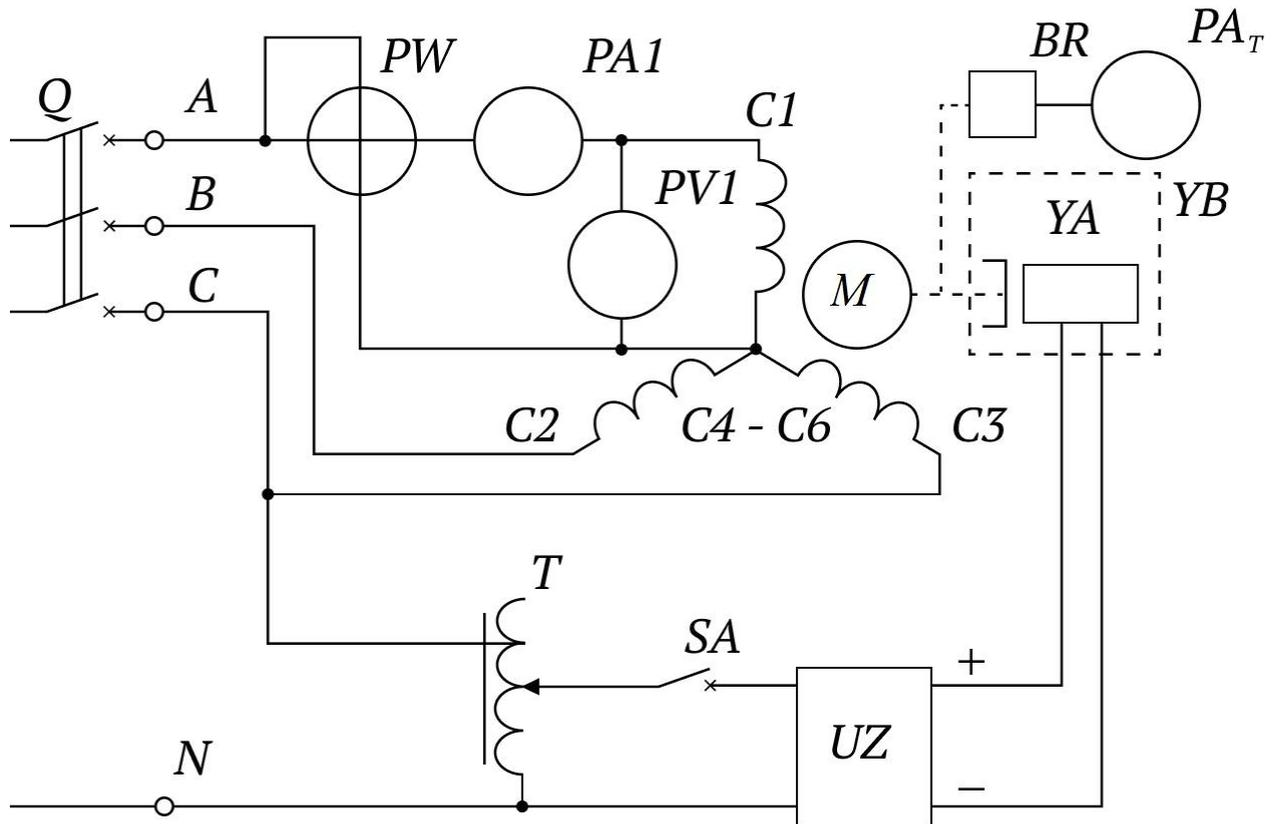

Рисунок 1. Схема экспериментальной установки
Нагрузкой двигателя  $M$  (рисунок 1) служит тормоз с электромагнитным приводом  $УВ$ . Его основными частями являются алюминиевый диск, укрепленный на валу, сочлененный муфтой с валом двигателя, и электромагниты  $УА$ , окружающие диск. При питании катушек электромагнитов постоянным током создается магнитное поле, индуктирующее во вращающемся диске вихревые токи. В результате взаимодействия вихревых токов с магнитным полем электромагнитов возникает момент в направлении вращения диска, который поворачивает электромагниты вместе с противодействующим грузом и стрелкой, указывающей значение вращающего момента на неподвижной шкале. Величина тормозного момента регулируется изменением тока в катушках электромагнитов  $УА$ , осуществляемого автотрансформатором  $T$  типа АОСН-2-220 через выпрямитель  $UZ$  ("Выпр. II").
4.3. Собрать электрическую схему (рисунок 1) и дать ее проверить лаборанту или преподавателю. При этом все выключатели должны находиться в выключенном состоянии (нижнее положение), а регулятор автотрансформатора  $T$  – против часовой стрелки до упора.